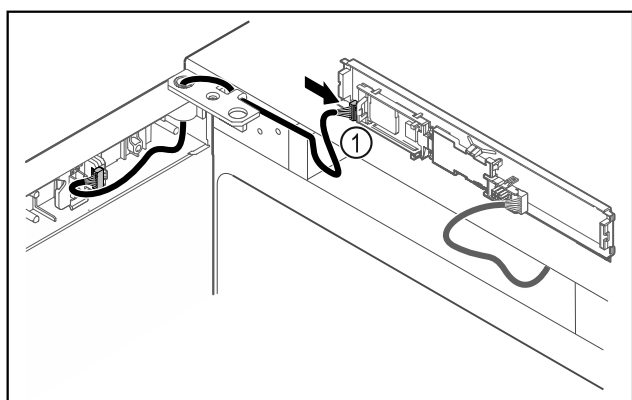

Fig. 45
- ▶ Aseta pistoke Fig. 45 (1) levyyn.